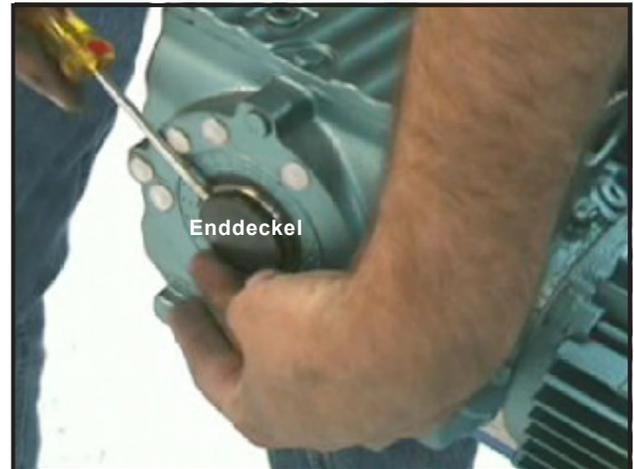

Abbildung 40: Enddeckel entfernen
- Entfernen Sie den Plastik-Enddeckel von dem Getriebekasten, um das Ende des Antriebsschafts zu enthüllen (Abbildung 40).